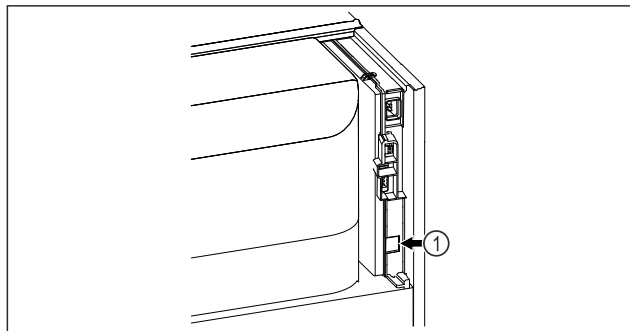

Fig. 138
- ☐ A SmartModule Fig. 138 (1) be van helyezve.